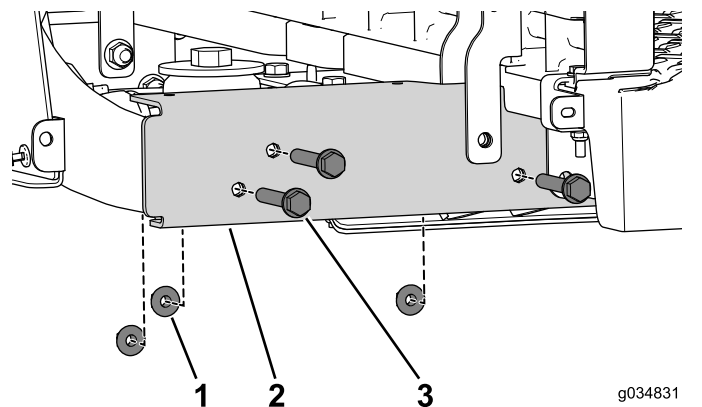

Figure 66
5. Retirez les 3 boulons à embase (3/8" x 2 1/2") et les écrous (Figure 66). Procédez de même des deux côtés de la machine.